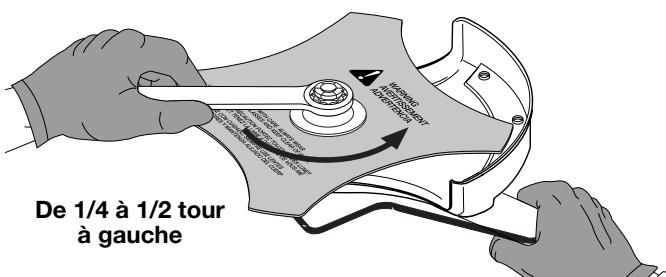

Fig. 13
• Si vous n'avez pas de clé dynamométrique, utilisez une clé fermée ou à douille de 13 mm et tournez l'écrou jusqu'à ce que la retenue soit bien ajustée contre la bague de l'arbre. Assurez-vous que la lame est bien mise, puis donnez à l'écrou entre 1/4 et 1/2 tour supplémentaire à gauche (Fig. 13).